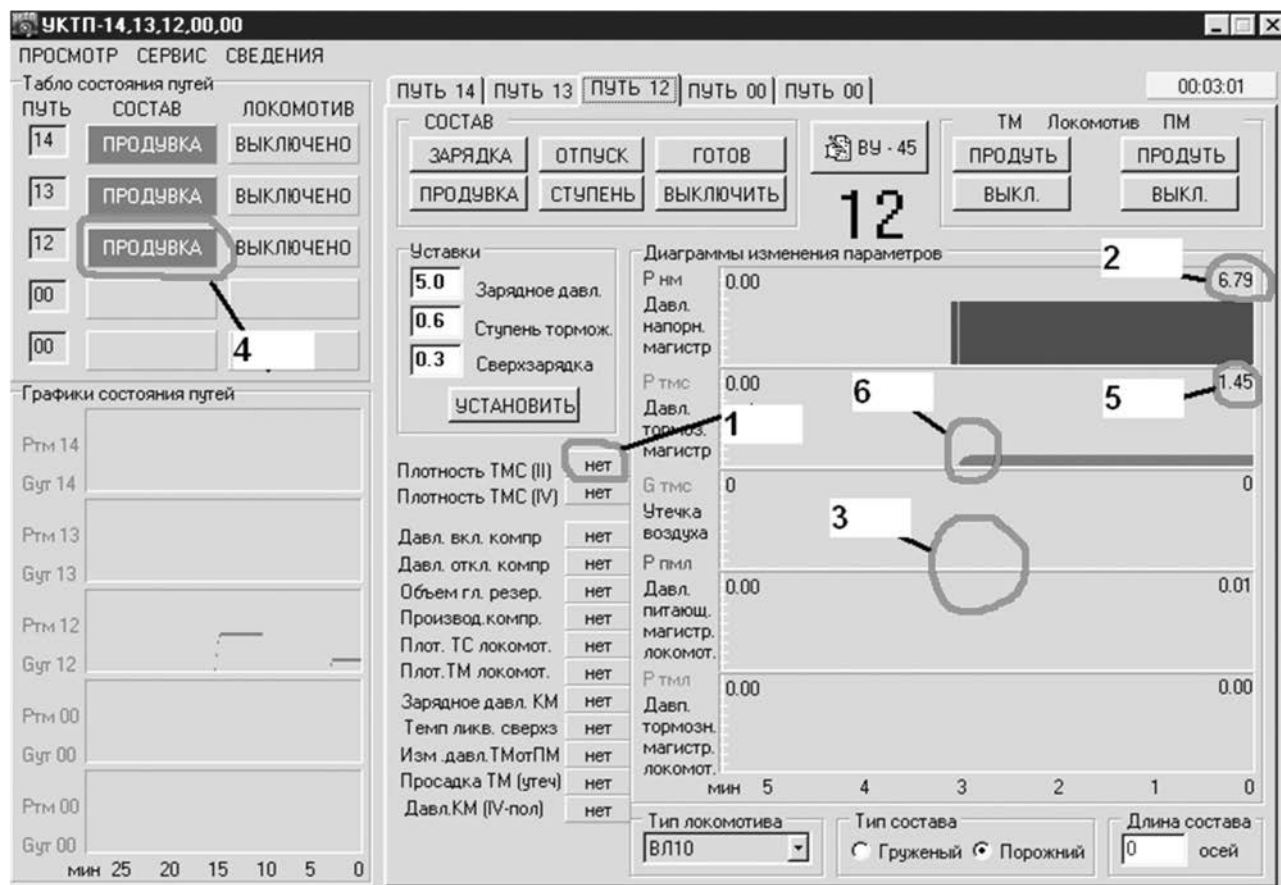
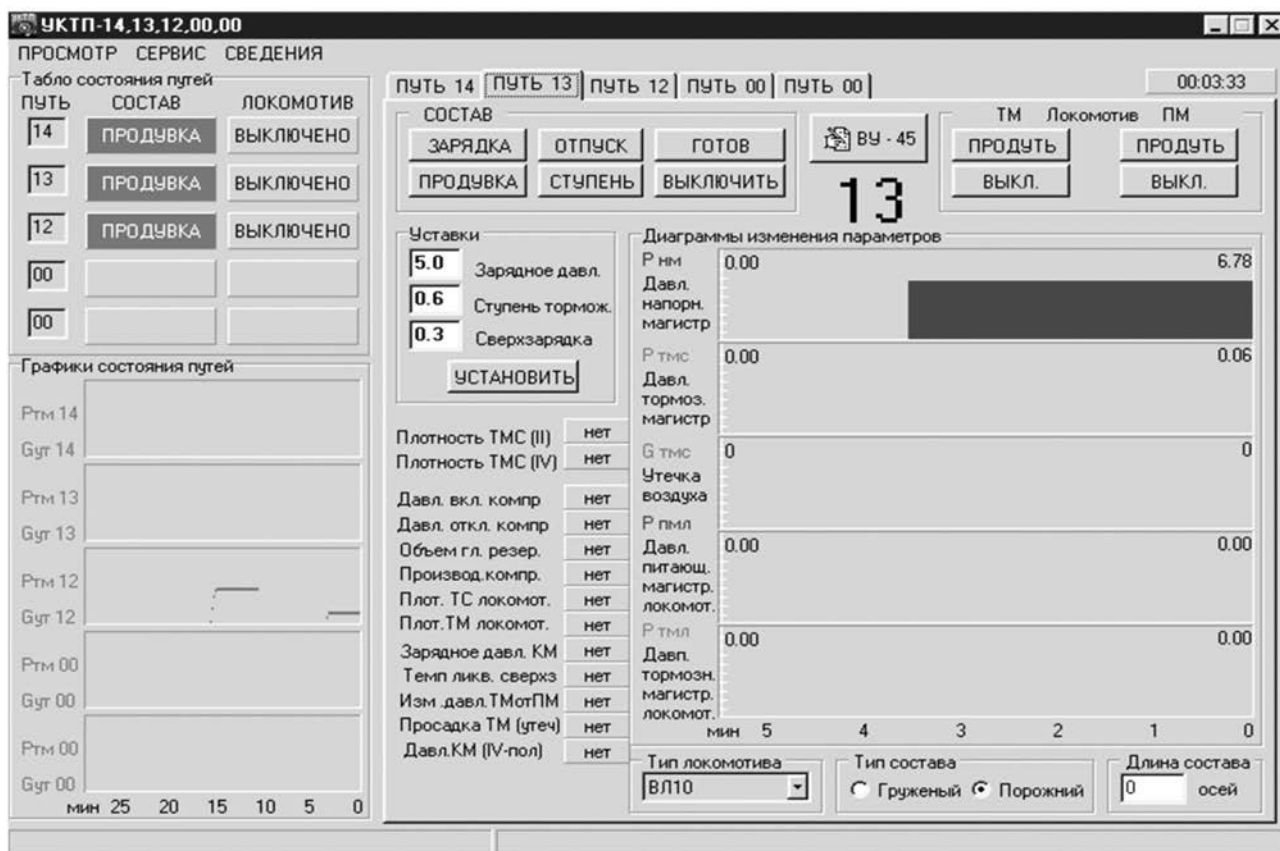

Рис. 6. Вид рабочего окна программы УКТП в режиме ПРОДУВКА
Рис. 7. Отсутствие диаграммы $P_{\text{тмс}}$ и наличие давления менее 1,0 кгс/см² при контроле работы установки УКТП
- при установке в окне СОСТАВ режима «ПРОДУВКА» на табло состояния путей (верхний левый угол, рис. 6) загорается надпись «ПРОДУВКА», поз. 4;
- появляется диаграмма давления тормозной магистрали $P_{\text{тмс}}$ (рис. 6, поз. 6) с параметрами 1,25–1,75 кгс/см². Отсутствие диаграммы $P_{\text{тмс}}$ или наличие давления менее 1,25 кгс/см² свидетельствует о сбое в работе установки (рис. 7), также сбоем в работе считается давление продувки более 1,75 кгс/см²;
- давление напорной магистрали $P_{\text{нм}}$ (рис. 6, поз. 2) должно быть в пределах 6,5–9,0 кгс/см²;
- плотность ТМС (II) для установки УКТП — должна быть надпись «Нет», (рис. 6, поз. 1), так как состав не подключен к БПК, наличие любого другого значения свидетельствует о возможной неполадке датчика учета плотности или сбое в программе установки (рис. 6);
- в начальный момент времени появления диаграммы давления тормозной магистрали $P_{\text{тмс}}$ скачки утечки (рис. 6, поз. 3) на диаграмме утечки воздуха $G_{\text{тмс}}$ не допускаются. В случае наличия значения утечки это свидетельствует о неисправности установки УКТП.